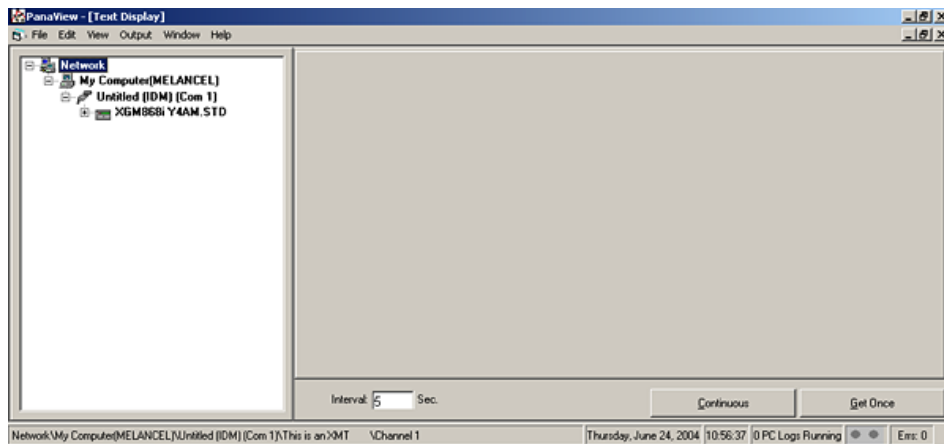

Figura 20: Ventana de visualización de texto
2. Utilizando el menú Window (Ventana), como se describe en el manual de PanaView, organice las ventanas abiertas en el formato deseado. Para esta discusión, la figura 20 muestra la ventana de Text Display (Visualización de texto) en su tamaño maximizado (pantalla completa).
5. Antes de poder mostrar los valores reales de los datos en el panel de texto, active uno de los siguientes modos de recopilación de datos (consulte la figura 20 anterior):